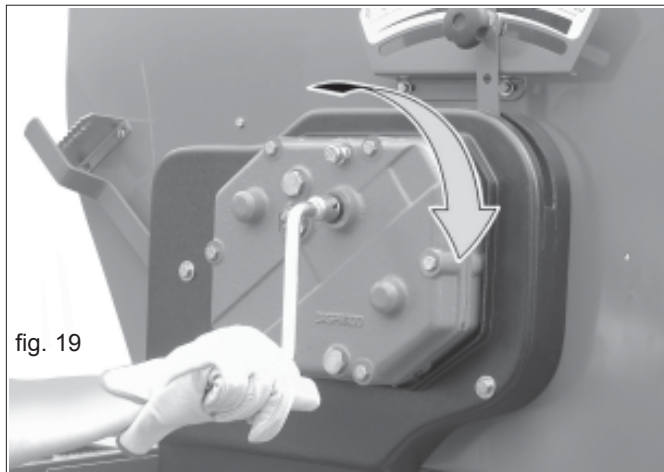

fig. 19
- 5) Insérer la manivelle (cf. Fig. 19) dans le petit arbre de la boîte de vitesses (cf. 3 Fig. 2) et tourner dans le sens des aiguilles d'une montre.